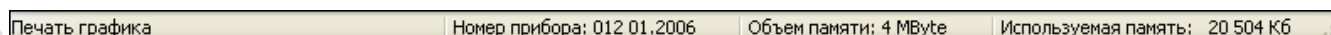

Рисунок 78 – Строка состояния
- ✓ Строка состояния (рисунок 78) – выводится номер регистратора, с которого получены данные и объем памяти этого регистратора, а также различные подсказки;